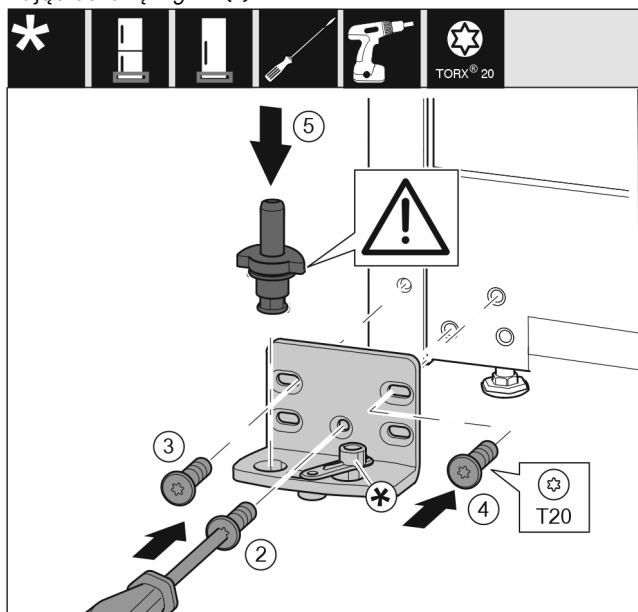

Fig. 18
- Założyć płytkę zawiasu z drugiej strony i przykręcić śrubokrętem. Rozpocząć od śruby Fig. 18 (2) dolnej umieszczonej na środku.
- Dokręcić śrubę Fig. 18 (3) i śrubę Fig. 18 (4).
- Założyć cały trzpień zawiasu Fig. 18 (5). Zwrócić przy tym uwagę, by krzywka zatrzaskowa wskazywała do tyłu.